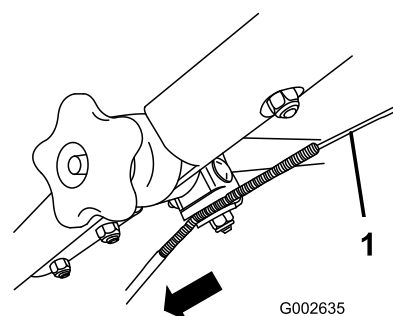

Figura 46
3. Tire hacia abajo de la cubierta del cable hasta eliminar la holgura en el cable expuesto (Figura 46).